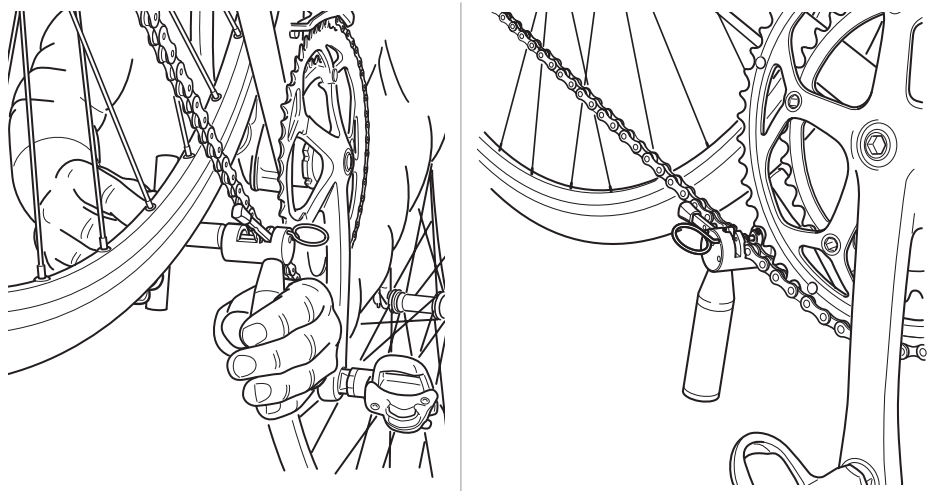

Fig.10
- Situar la herramienta **UT-CN400 (12s) / UT-CN300 (11s / 12s)** como está indicado en la Fig. 10.